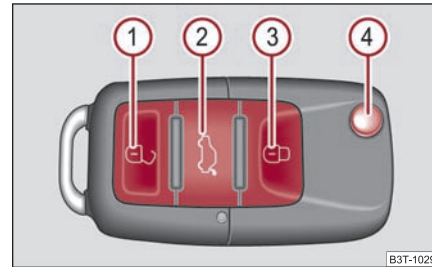

Abb. 48 Funkschlüssel
- Drücken Sie die Taste **2** etwa 1 Sekunde lang ⇒ Abb. 48. Weitere Informationen ⇒ Seite 49.
- Drücken Sie die Taste **2** etwa 2 Sekunde lang ⇒ Abb. 48. Weitere Informationen ⇒ Seite 49.